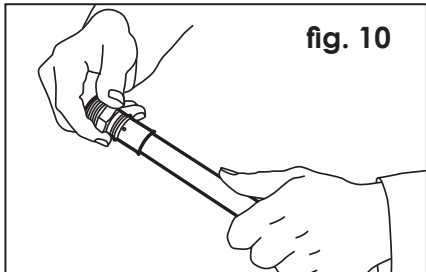

fig. 10
b) Fitting bis zum Anschlag auf das Verbundrohr aufstecken (**fig. 10**); die korrekte Einsteck-